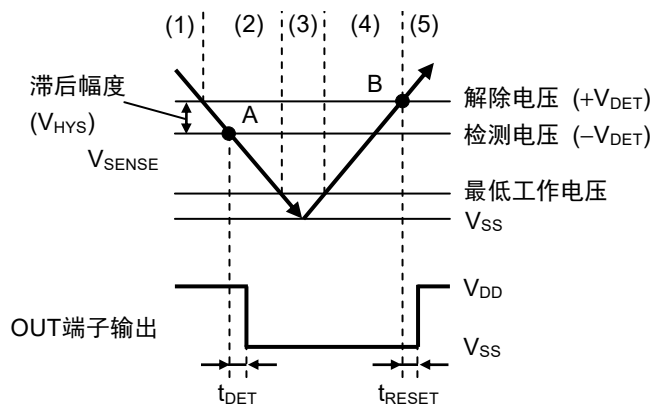
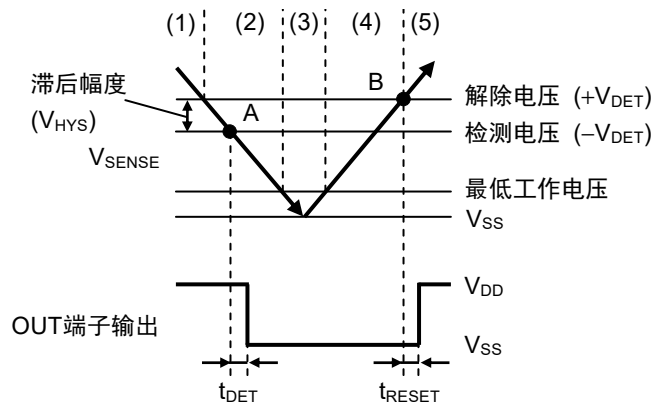

图21 S-19104/19106系列N型的时序图
图23 S-19104/19106系列C型的时序图
滞后幅度表示检测电压与解除电压之间的电压差 ("图21 S-19104/19106系列N型的时序图"、"图23 S-19104/19106系列C型的时序图" 中B点的电压 - A点的电压 = V_{HYS})。在检测电压与解除电压之间带有滞后幅度，可以防止在因噪声等侵入输入电压时而产生的误工作。
V_{SENSE} 为 $-V_{DET}$ (图21的A点) 以下时, 输出方的N沟道晶体管变为开, 经过检测延迟时间 (t_{DET}) 后, 从OUT端子输出 V_{SS} (输出 "L")。
- (3) V_{SENSE} 进一步下降, 但即使降低到IC的最低工作电压以下, 只要 V_{DD} 仍在最低工作电压以上, OUT端子输出就会保持稳定。
- (4) 即使 V_{SENSE} 超过了 $-V_{DET}$, 在不足 $+V_{DET}$ 的情况下, 仍会输出 V_{SS} 。
- (5) 再继续使 V_{SENSE} 上升, 上升到 $+V_{DET}$ (图21的B点) 以上时, N沟道晶体管变为关, 在输出被上拉的情况下, 经过解除延迟时间 (t_{RESET}) 后, 从OUT端子输出 V_{DD} 。
V_{SENSE} 为 $-V_{DET}$ (图23的A点) 以下时, 输出方的N沟道晶体管变为开, P沟道晶体管变为关, 经过检测延迟时间 (t_{DET}) 后, 从OUT端子输出 V_{SS} (输出 "L")。
- (5) 再继续使 V_{SENSE} 上升, 上升到 $+V_{DET}$ (图23的B点) 以上时, N沟道晶体管变为关, P沟道晶体管变为开, 经过解除延迟时间 (t_{RESET}) 后, 从OUT端子输出 V_{DD} 。